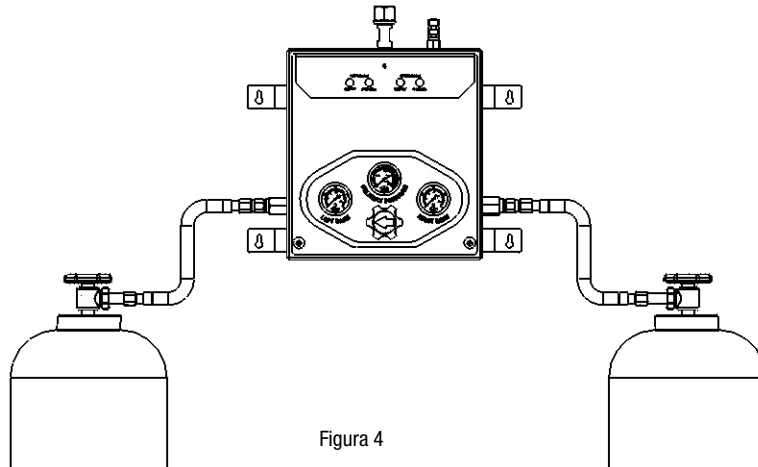

Figura 4
5. Si el sistema solo tiene un cilindro en cada lado sin una barra del cabezal derecha e izquierda, monte los cilindros y las mangueras a la caja del colector como se muestra en la Figura 4. Como una precaución de seguridad, los cilindros deben sujetarse en su lugar con las abrazaderas de montaje de cilindros aprobada conforme a la OSHA, a los códigos estatales o locales para evitar que se inclinen accidentalmente. Ajuste con una llave todas las conexiones. Si el sistema está configurado para múltiples cilindros por lado, entonces proceda al paso 6. De otro modo, consulte la sección Instrucciones de operación.